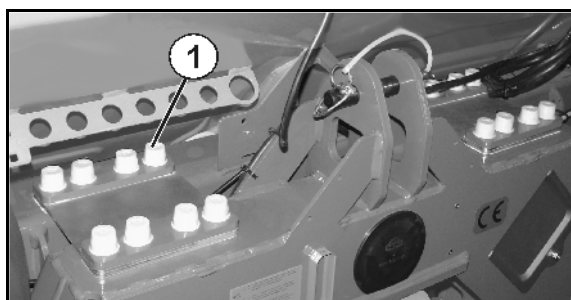

Fig. 93
- 2 x 8 Schrauben der Blattfedern (Fig. 93/1)